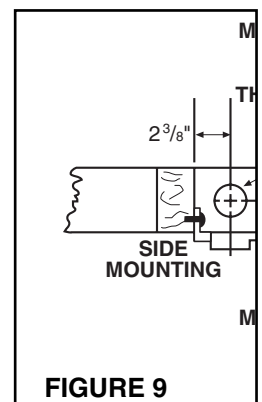

FIGURE 9
6. Lors de l'utilisation du Modèle 329, collez le coude à la plaque de montage. Attachez-le au montant comme il est indiqué à la figure 9.